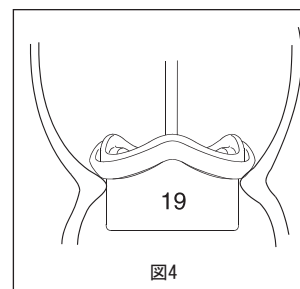

図4
- 1) 円筒側サイザーの円筒部を弁輪内に抵抗なく挿入し、サイザーのつば部をスープラアニューラー位で弁輪上に位置させます（図4）。